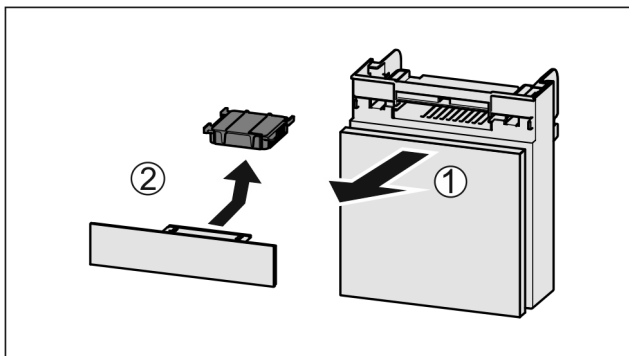

Fig. 116
- ▶ Pretinac izvucite Fig. 116 (1) prema naprijed.
- ▶ Izvadite filter s aktivnim ugljenom Fig. 116 (2).